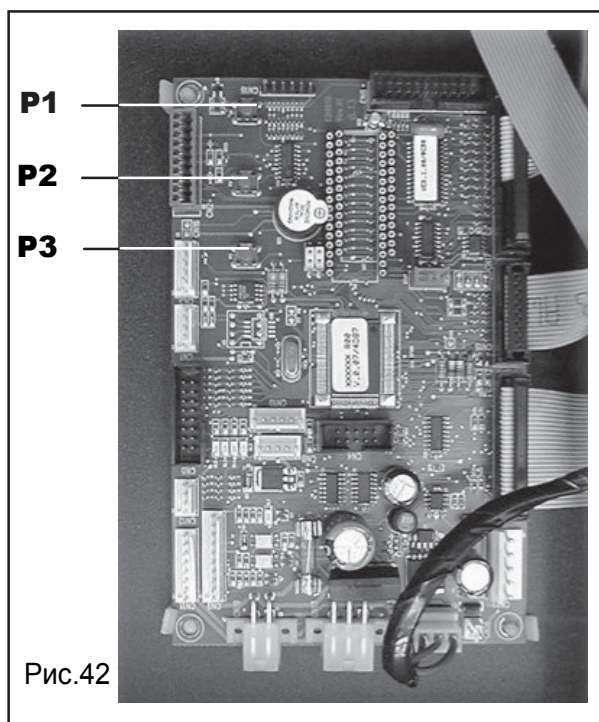

Рис.42
- Экеткетки с названиями и ценами напитков должны быть вставлены в специальные слоты в соответствии с рис. 42
Электронная плата центрального процессора имеет три кнопки, позволяющие выполнять операции по программированию или обслуживанию (Рис. 42).
Кнопка P1 (Рис. 42)
Кнопка P2 (Рис. 42)
Кнопка P3 (Рис. 42)
Открыть дверь, вставить тестовый ключ (Рис. 21) и нажать кнопку **P1** на плате центрального процессора (Рис. 42) для входа в меню программирования.